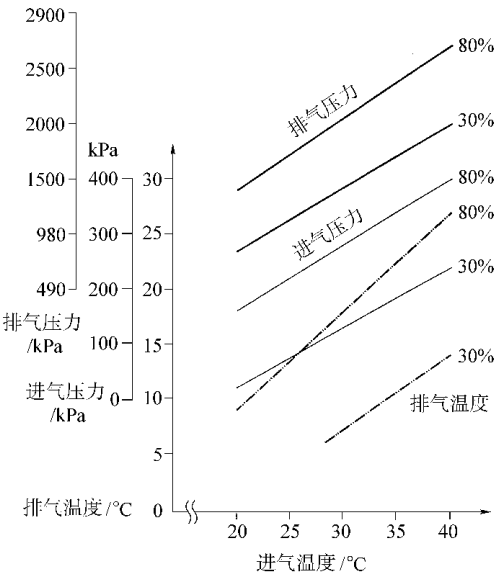

图 10-10 空调系统性能测试图
- ⑧ 车中不能有人。
- ⑨ 在以上测试条件下，空调运转 10min 之后，从仪表板通风口中的温度计中读取送风温度，同时从 A/C 压力表中读取高压侧和低压侧系统压力。
- ⑩ 如图 10-10 所示，绘制系统温度压力坐标图表：